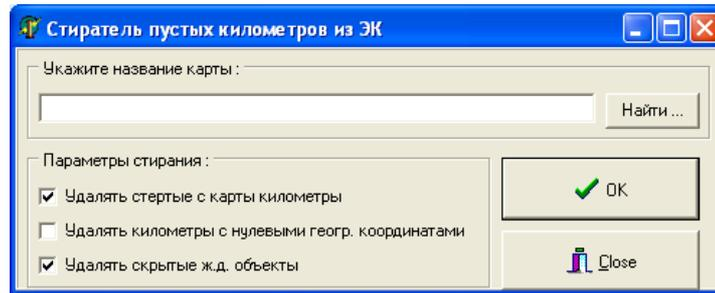

Рисунок 2.53
1) загрузите файл «MapCleaner.exe». В появившемся окне (рисунок 2.53) рекомендовано (установлены галочки) удаление стертых с карты километров и скрытых железнодорожных объектов;
4) нажмите «ОК» (рисунок 2.53);